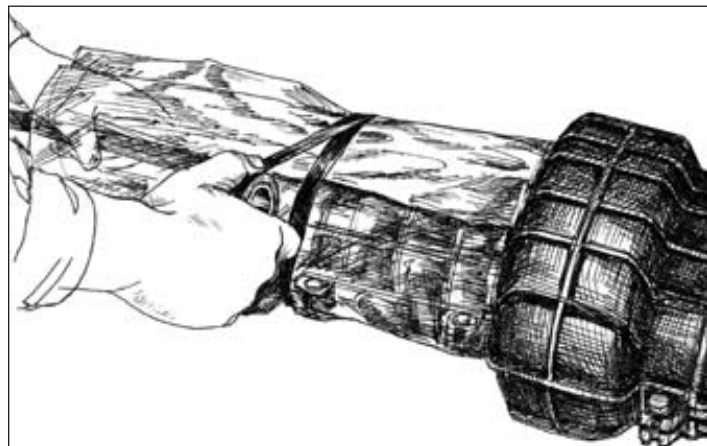

Рис. 3.4. Установка рукава на горловину МПЗ
3.4. На каждый кабель чуть выше горловины наматывают по одному слою герметизирующей мастики МГ 14-16 или однотипной. На горловину муфты устанавливают отрезанный ранее полиэтиленовый рукав. Пакет фиксируют ПВХ лентой (Рис. 3.4).